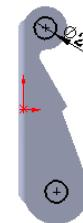

图 16.3.9 横断面草图
- ② 定义横断面草图。在草图环境中绘制图 16.3.9 所示的横断面草图。
- (3) 定义切除深度属性。在“切除—拉伸”对话框 **方向 1** 区域的 下拉列表中选择 **完全贯穿** 选项，选中 **正交切除(N)** 复选框。
- (4) 单击对话框中的 按钮，完成切除—拉伸 1 的创建。